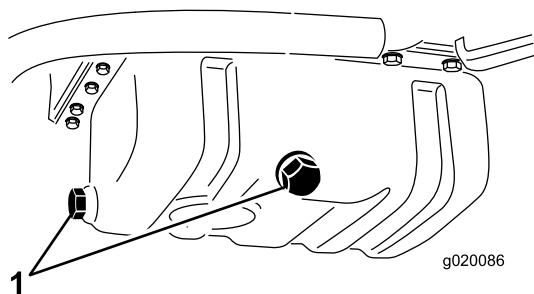

Figura 53
2. Retire cualquier de los tapones de vaciado (Figura 53) y deje fluir el aceite a un recipiente